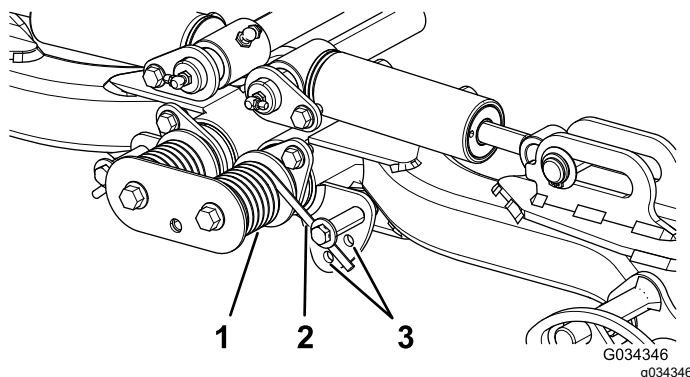

Рисунок 38
3. Ослабляя натяжение пружины, отверните болт и контргайку крепления пружинного привода к кронштейну (Рисунок 38).
2. Наденьте на длинный конец пружины трубу или аналогичный предмет, чтобы снять натяжение пружины во время регулировки (Рисунок 38).